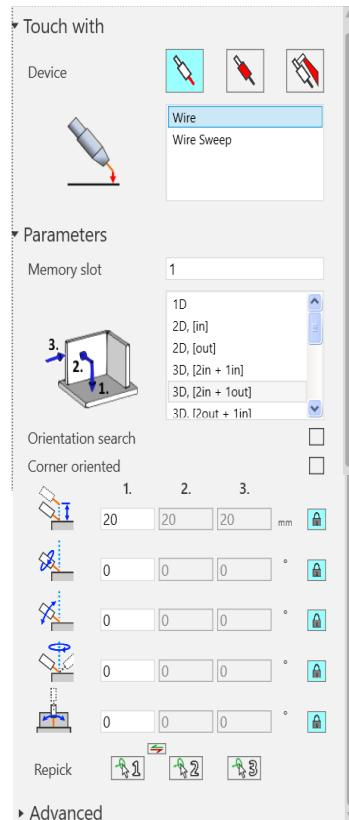

Рисунок 78 – Изменение расстояния поиска и ориентации горелки в точках поиска
5. Вы можете изменить расстояние поиска и ориентацию горелки в точках поиска и при необходимости переставить точку (рис.78).